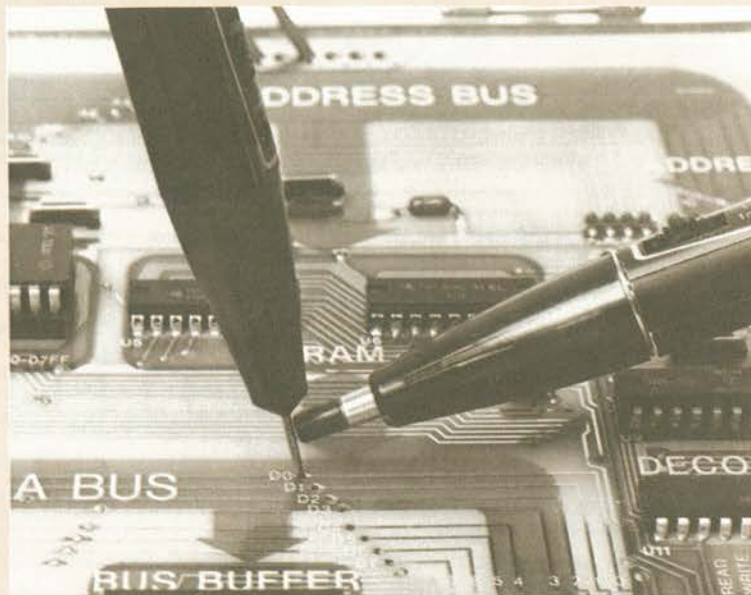

Figura 16-15. Misura con un rivelatore di corrente della corrente iniettata dal generatore di impulsi in un nodo
- C) Ponete il puntale del rivelatore di corrente sul puntale del generatore di impulsi in modo da determinare la corrente che entra nel nodo (Figura 16-15).